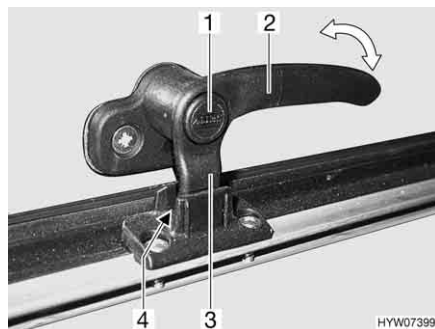
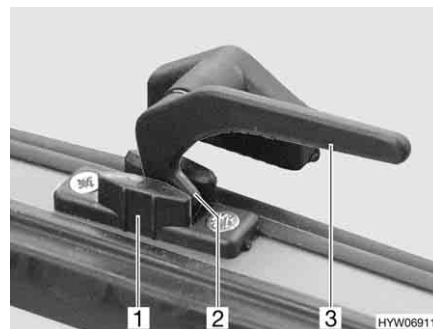

Fig. 105 Leva di serraggio con bottone di sicurezza in posizione "Aerazione continua"
Fig. 106 Leva di serraggio in posizione "Aerazione continua"
- In posizione di "Aerazione continua" (Fig. 105 e Fig. 106)
- Se presente, premere e tenere premuto il bottone di sicurezza (Fig. 105,1).
- Ruotare tutte le leve di serraggio (Fig. 105,2 o Fig. 106,3) di un quarto di giro verso il centro dell'oblò.
- Girare nuovamente all'indietro tutte le leve di serraggio. Contemporaneamente riportare il nasello di chiusura (Fig. 105,3 o Fig. 106,2) nella rientranza del bloccaggio dell'oblò (Fig. 105,4 o Fig. 106,1).